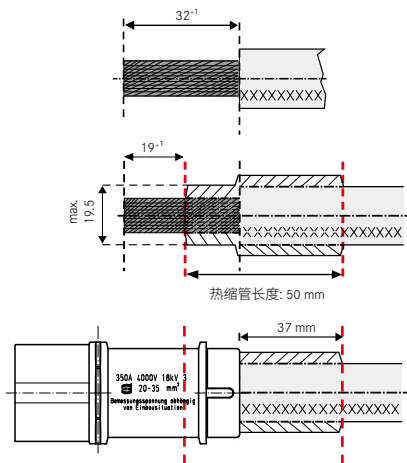

图 IV-11: Han® HC Modular 350 的电缆上的热缩管组件
- ① 根据图 IV-11和图 IV-12 对电缆剥皮。
- ② 直接在电缆上使用热缩管时，必须注意以下几点：
- ③ 按照线规规定的力矩连接电缆（参见表 IV-2, p. 32-35）：